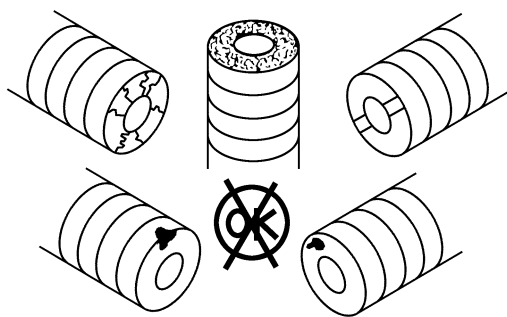

图 5-177 检查传感器有无裂纹等损坏
(2) 检查能否继续使用 检查传感器有无裂纹、缺口、变形或损坏(图 5-177); 若有, 应当更换。